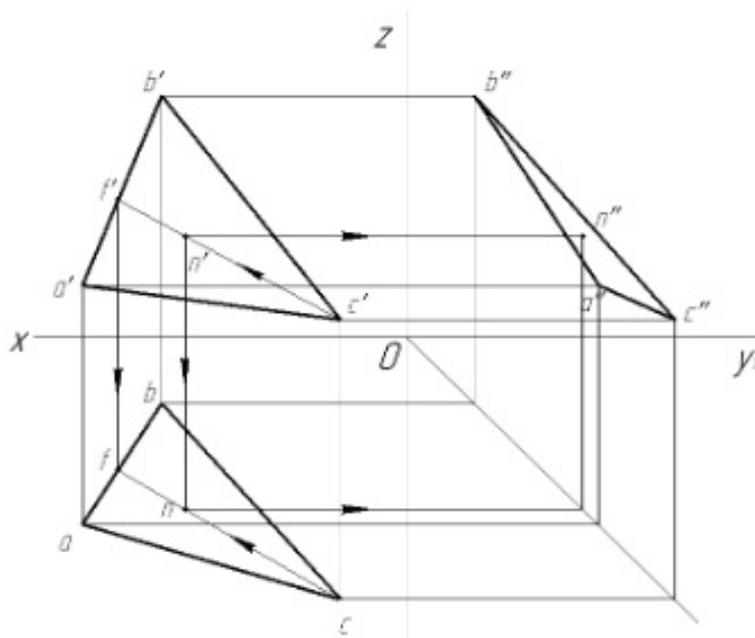

Рисунок 20
Через заданную проекцию точки, например, фронтальную проекцию n' точки N , расположенной на плоскости треугольника ABC (рис. 20), проводим фронтальную проекцию вспомогательной прямой любого направления, например, $c'f'$.
2. Построить комплексный чертеж плоскости ABC на трех плоскостях проекций (пример оформления решения задач см. рис.20);